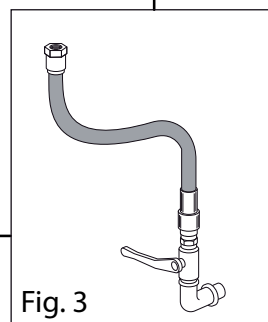

Fig. 3
Sulla rete deve essere installata una valvola di sicurezza a monte della linea d'alimentazione generale, essa deve essere facilmente individuabile e accessibile da parte dell'operatore (Fig. 3)
Terminate le operazioni descritte, chiudere la saracinesca di rete (Fig. 3).
- Svitare la vite della presa di pressione (Fig. 3);